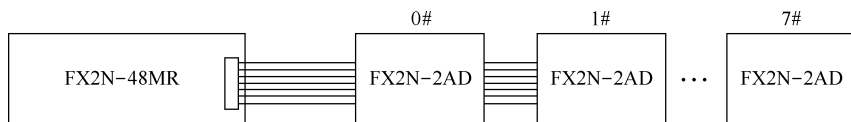

图 6-6 8 个特殊功能模块连接
4) 一个 PLC 的基本单元最多可连接 8 个特殊功能模块，如图 6-6 所示。多个特殊模块相连接时，PLC 的特殊模块的位置是由特定的位置编号的。编号原则是从基本单元最近的模块算起，有近到远分别是 0#、1#、…、7#，如图 6-6 所示。